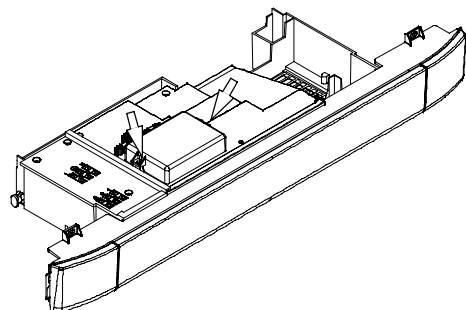

fig. 5.16
- Togliere le due viti indicate in fig. 5.16 e aprire il coperchio della morsetteria collegamento sonda esterna e comando remoto.
Svitare le viti e rimuovere il coperchio copri morsetteria fig. 5.16